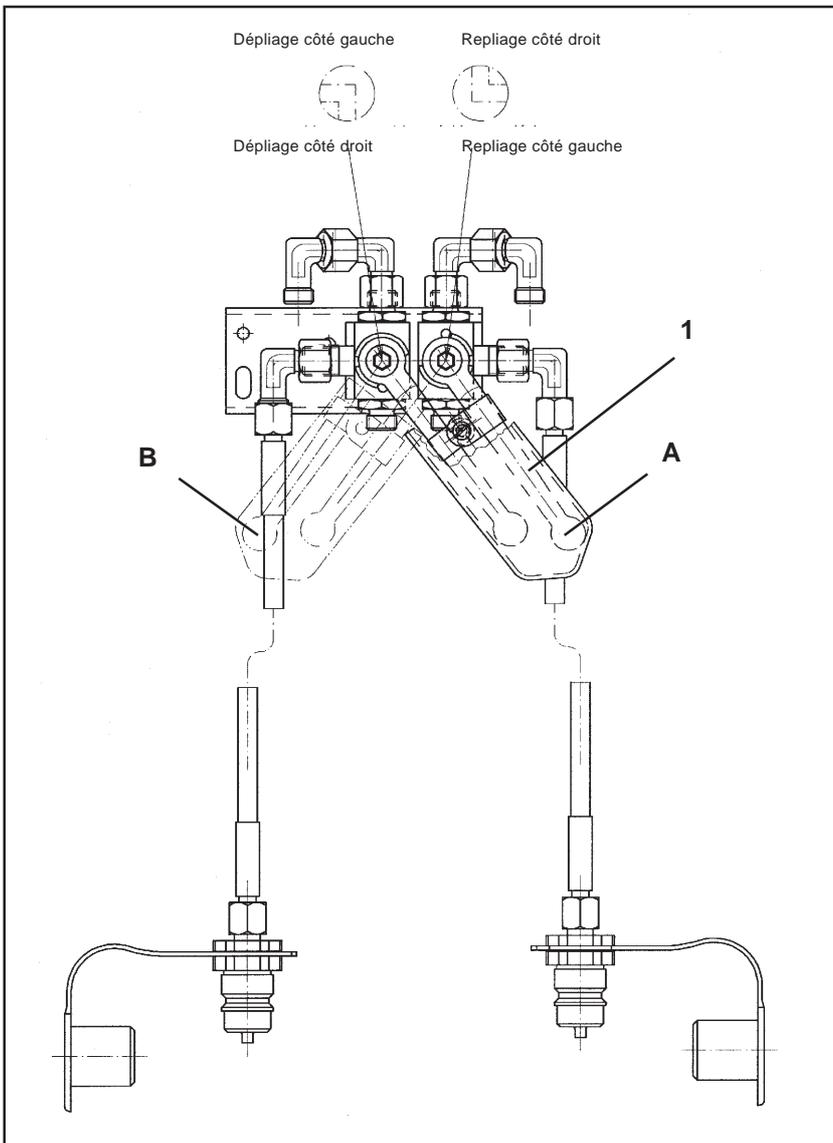

Рис. 10.9a
- перевести рычаг переключений (рис.10.9a/1) в положение "А", и с помощью пульта управления тягача раскрыть правую секцию штанг.
- Рычаг переключений перевести в положение "В" I (рис.10.9a/1). С пульта управления на тракторе сложить левую секцию штанг.
- Рычаг переключений (рис.10.9a/1) перевести в положение „А“. С пульта управления на тракторе свернуть правую боковую секцию.